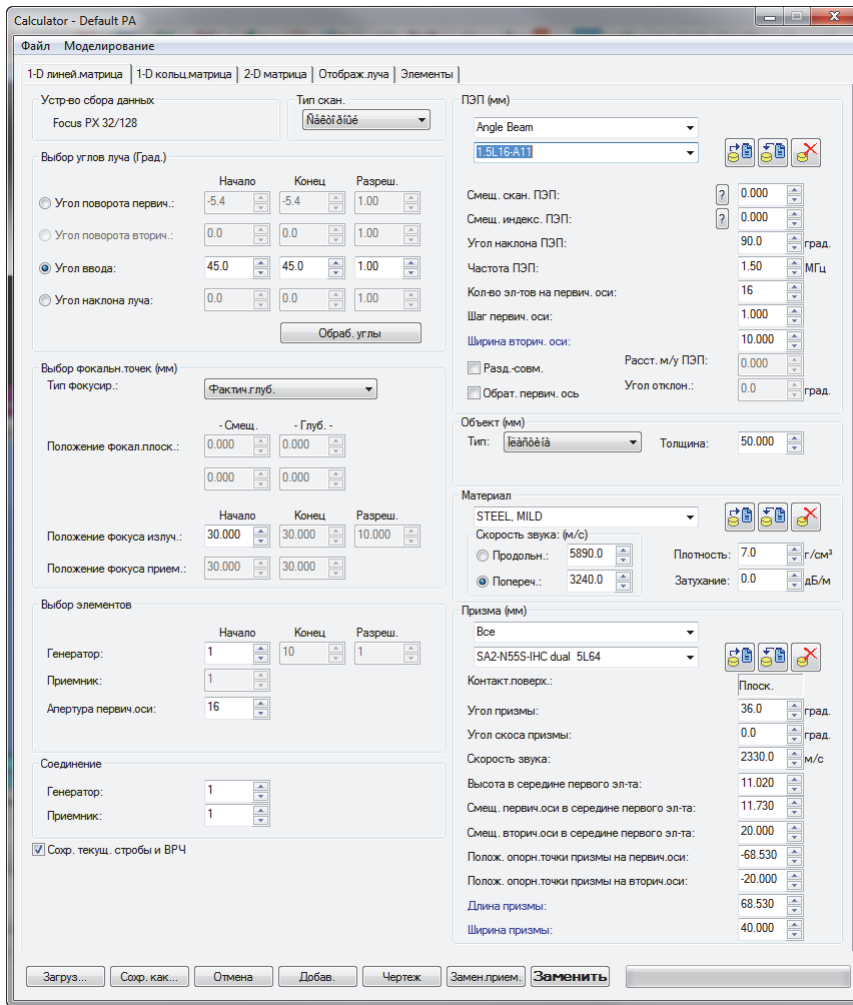

Рис. 4-5 Диалоговое окно Калькулятор
- a) Для контроля наклонным преобразователем щелкните вкладку **1-D Линей.решетка** (Рис. 4-5 на стр. 108).